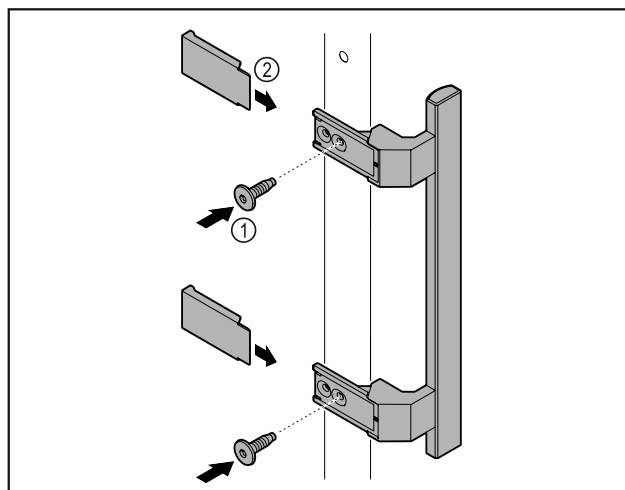

Fig. 5
- Meegeleverde greep met de meegeleverde schroeven Fig. 5 (1) op de deur aanbrengen.
- Afdekplaatje Fig. 5 (2) plaatsen.